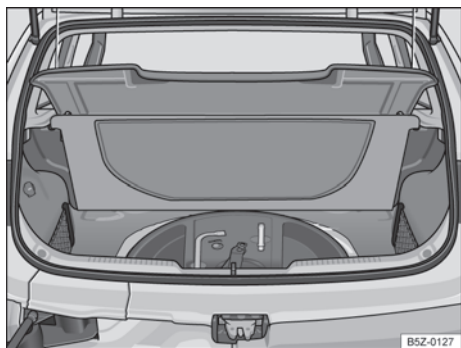

Fig. 165 No compartimento de bagagem embaixo do revestimento do assoalho: ferramentas de bordo.
As ferramentas de bordo estão localizadas no compartimento de bagagem embaixo do revestimento do assoalho → Fig. 165.
- Levantar o revestimento do compartimento de bagagem → Fig. 165.